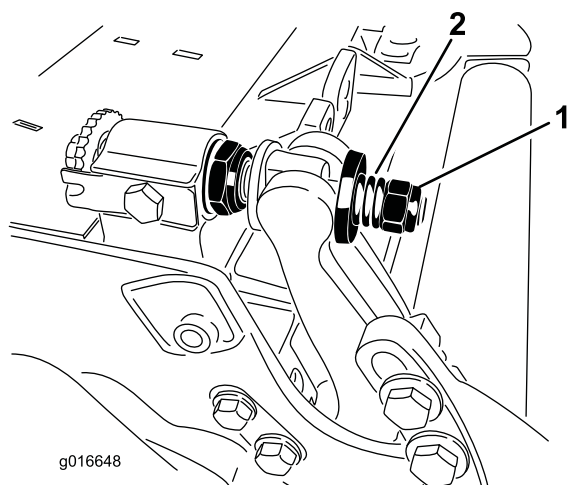

図 36
3. スプリングがつぶれるまでテンション・ナットを締め、そこから半回転戻す (図 36)。
10. 各ベッドバーアジャスタ・アセンブリを締め付けて圧縮スプリングを完全に圧縮し、そこから1/2回転だけ戻す（図 36）。